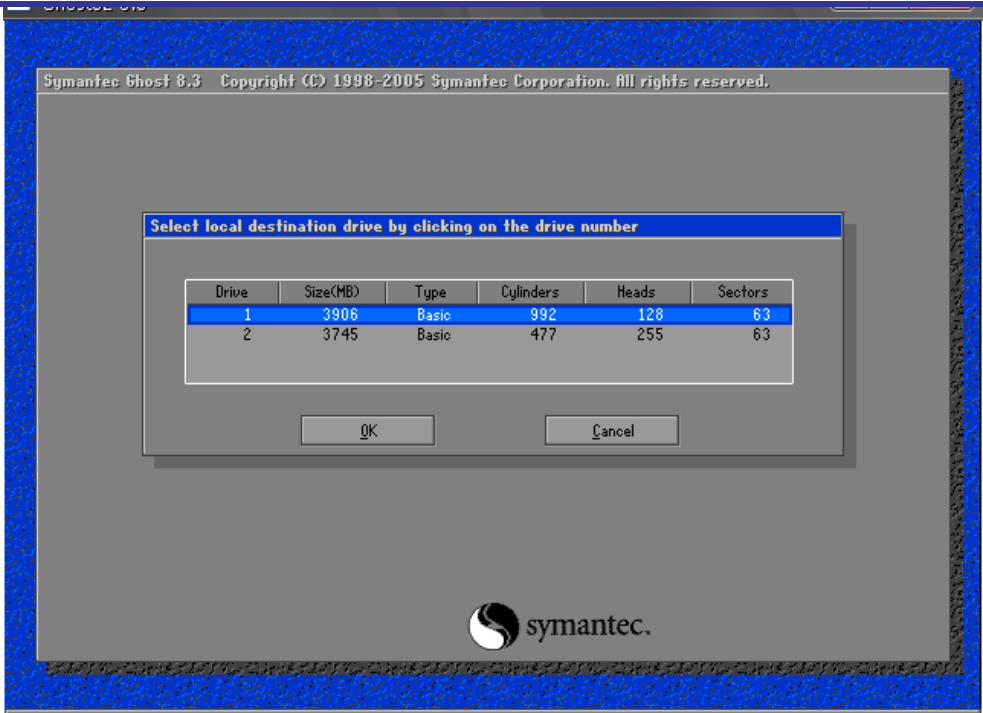

图 2-7 目标安装盘对话框
- 8) 如上述加载*.GHO 文件之后，出现如下图 2-7 所示选择目标安装盘对话框，在此选择 DOM 盘（GTC 自带 8G 或 32G 容量 DOM 盘，用户需根据磁盘大小注意区分）。